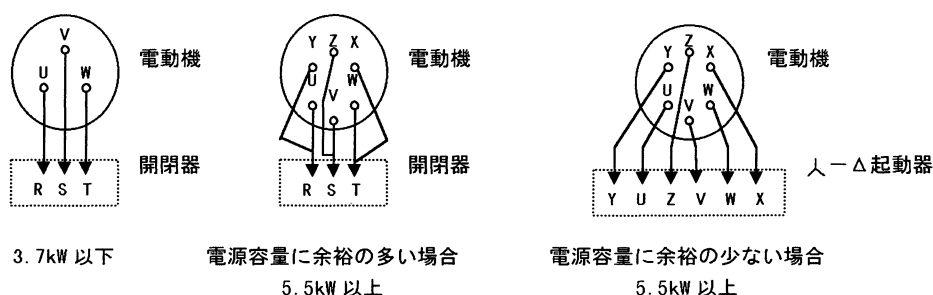

図8 配線接続図
- (1) 配線は図8または、電動機取扱説明書に従って行ってください。